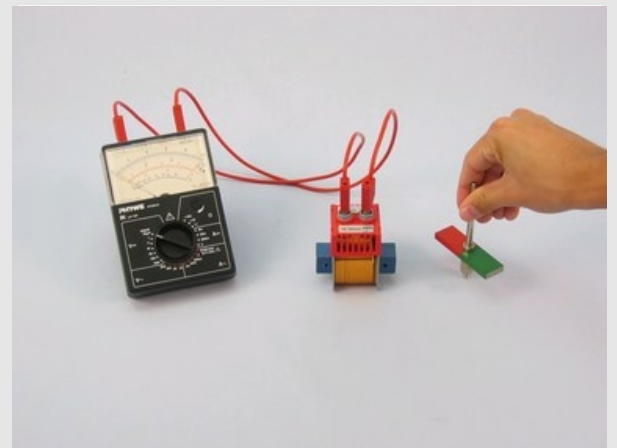

Fig. 4
- Au lieu des deux bobines de 400 spires, connecte 1 bobine de 1600 spires à l'instrument de mesure (voir figure 4). Introduis la culasse dans la bobine et fais tourner l'aimant à côté de la bobine. Compare la déviation de l'aiguille avec celle de (2) et note tes observations sous "Résultat - Observations 5" dans le protocole.